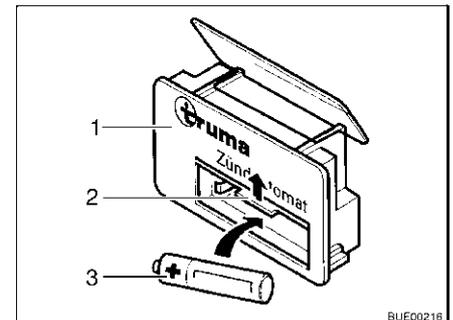

Fig. 143 Dispositivo automático de encendido
- Empujar hacia arriba la tapa (Fig. 143,2) del compartimento de las pilas en el dispositivo automático de encendido (Fig. 143,1).
- Colocar una pila nueva (Fig. 143,3) del mismo tipo con la polarización correcta (+/-) en el compartimento de las pilas en el dispositivo automático de encendido. Utilizar únicamente pilas Mignon resistentes a la temperatura (+70 °C) y protegidas contra derrames.